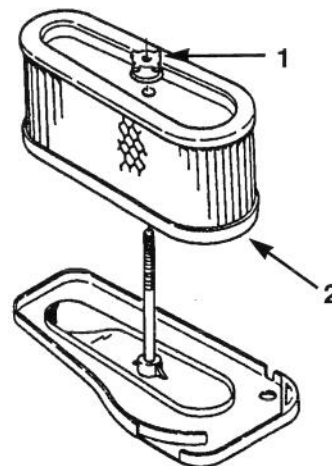

Bild 29
5. Die Gummimutter abschrauben und den Papiereinsatz entfernen (Bild 29).
2. Die Luftfilterbaugruppe auf die lange Stange aufziehen. Jetzt die Gummimutter handfest an den Luftfilter anschrauben (Bild 29).